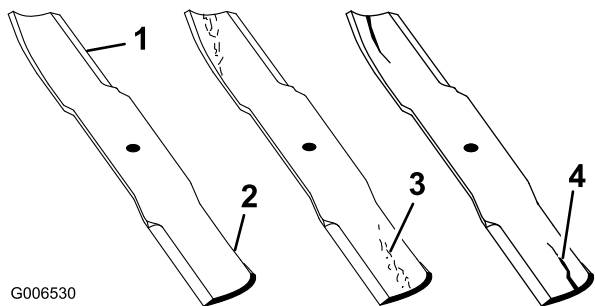

Figura 76
1. Controllate i taglienti (Figura 76).
4. Se notate incrinature, usura o scanalature in questa zona, montate immediatamente una nuova lama (Figura 76).